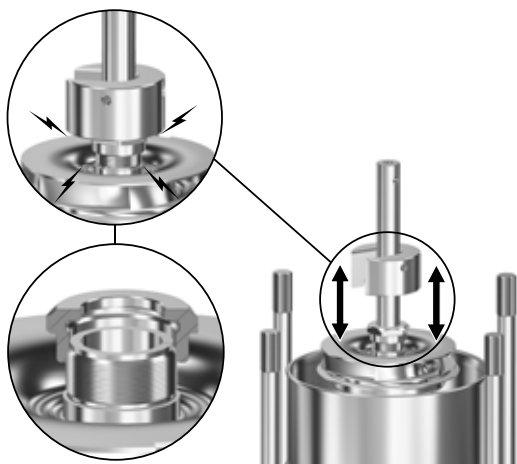

Рис. 24 Снятие рабочего колеса (49 или 49а) с помощью приспособления С
3. Ослабьте гайку для цанги (48) с помощью приспособления С, но оставьте ее завернутой на несколько оборотов на рабочем колесе (49 или 49а).
4. Установите приспособление I сверху вала насоса (51), чтобы не допустить повреждения паза вала. Учтите, что это относится только к верхней части вала с уменьшенным диаметром в сравнении с остальной частью вала.
5. **Для насосов с диаметром вала $\varnothing 22$:** поверните приспособление С и ударьте им по гайке для цанги (48), чтобы высвободить рабочее колесо (49 или 49а) из цанги (49b). См. рис. 24.